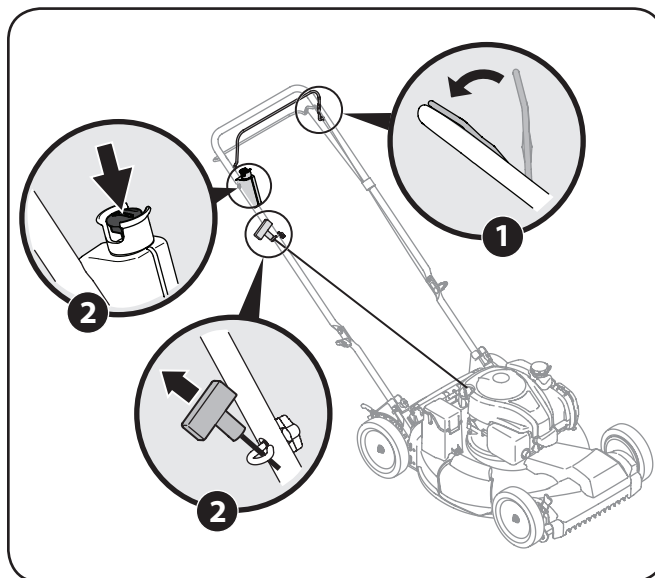

Figura 5-1
2. **Arrancador de retroceso:** Sostenga firmemente las dos manijas juntas, tome la manija del arrancador de retroceso y tire de la cuerda para sacarla con un movimiento rápido y continuo. Vea Figura 5-1. Mantenga firme la manija del arrancador, deje que la cuerda regrese lentamente al arrancador. Repita hasta que el motor esté en marcha. Deje que la cuerda se enrosque lentamente de regreso.
**Arrancador eléctrico:** Inserte la llave de empuje de plástico unido al botón de arranque hasta que encaje pulg. Presione el botón del motor de arranque para arrancar el motor. Vea Figura 5-1.